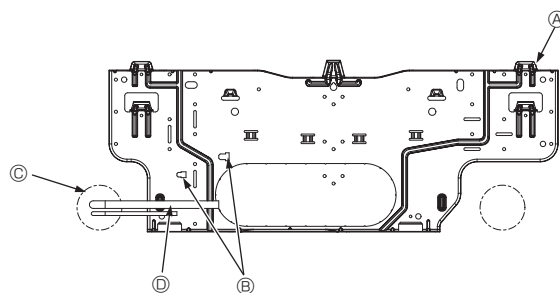

Fig. 3-6
3.3. Встраивание труб в стены (Fig. 3-6)